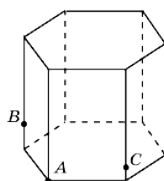

Рисунок 67.
13) Возьмем прямоугольный лист бумаги с нарисованными на нем осями координат. Свернем этот лист в боковую поверхность правильной четырехугольной призмы (рис. 67). Сторону основания призмы примем за 1 см. Через точки O и D проведем сечение плоскостью, составляющей с плоскостью основания угол 45° . Развернем лист бумаги. Выясните, какая при этом получится кривая? Что изменится, если сечение проводить под другими углами?